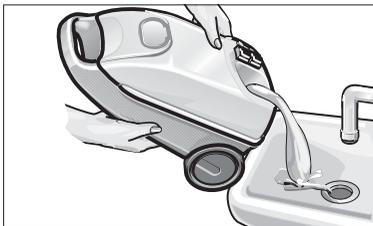

Abb. 4: Reinigung des Kessels
- Füllen Sie den Kessel mit Wasser und schütteln ihn kräftig durch. Dadurch lösen sich Kalkrückstände, die sich auf dem Boden des Kessels abgesetzt haben. Gießen Sie dann das Wasser aus, indem Sie das Gerät zur Ecke mit dem Einfülltrichter (A3) kippen (siehe Abb. 4).
- Schütten Sie das restliche Wasser vollständig aus dem Kessel (s. Abb. 4).